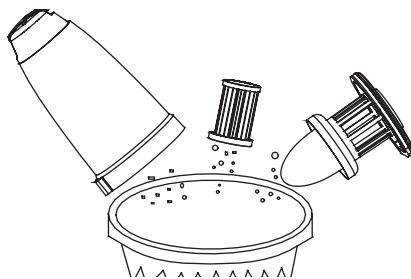

Рис. 5
5. Отряхните пылесборник и фильтры от пыли и мусора (Рис. 5).